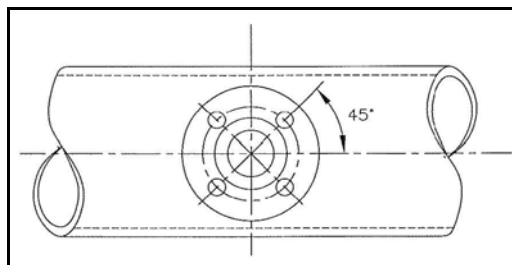

Abb. 10
- 2.) Heften Sie den Montagestutzen mit 1-2 mm Luftspalt auf die Rohrleitung. Die Schraubenlöcher müssen mit einem Winkel von 45° zur Rohrachse stehen (Abb. 10).